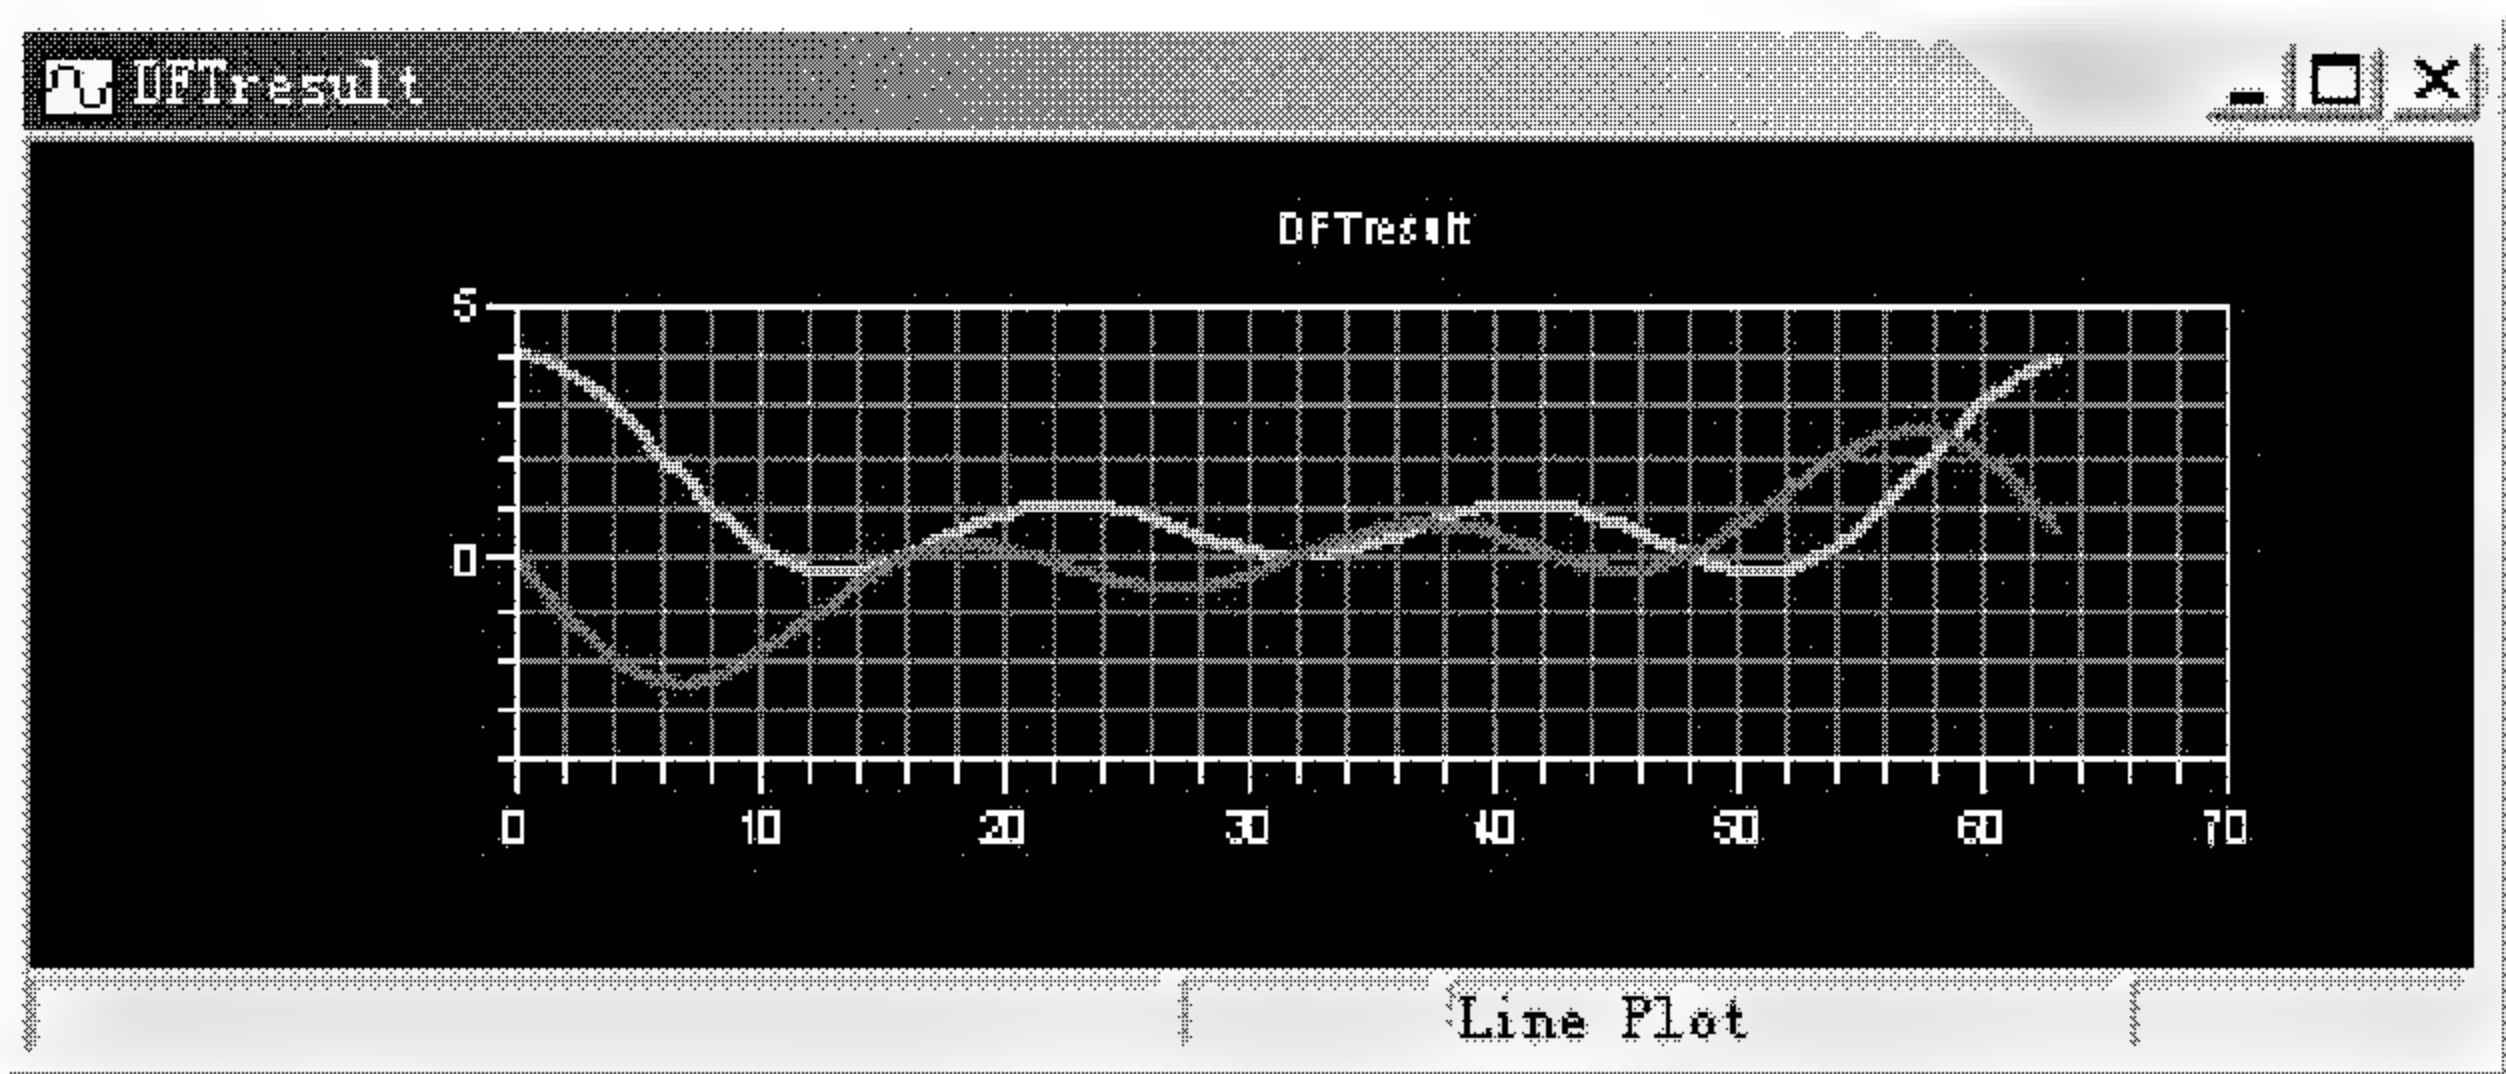
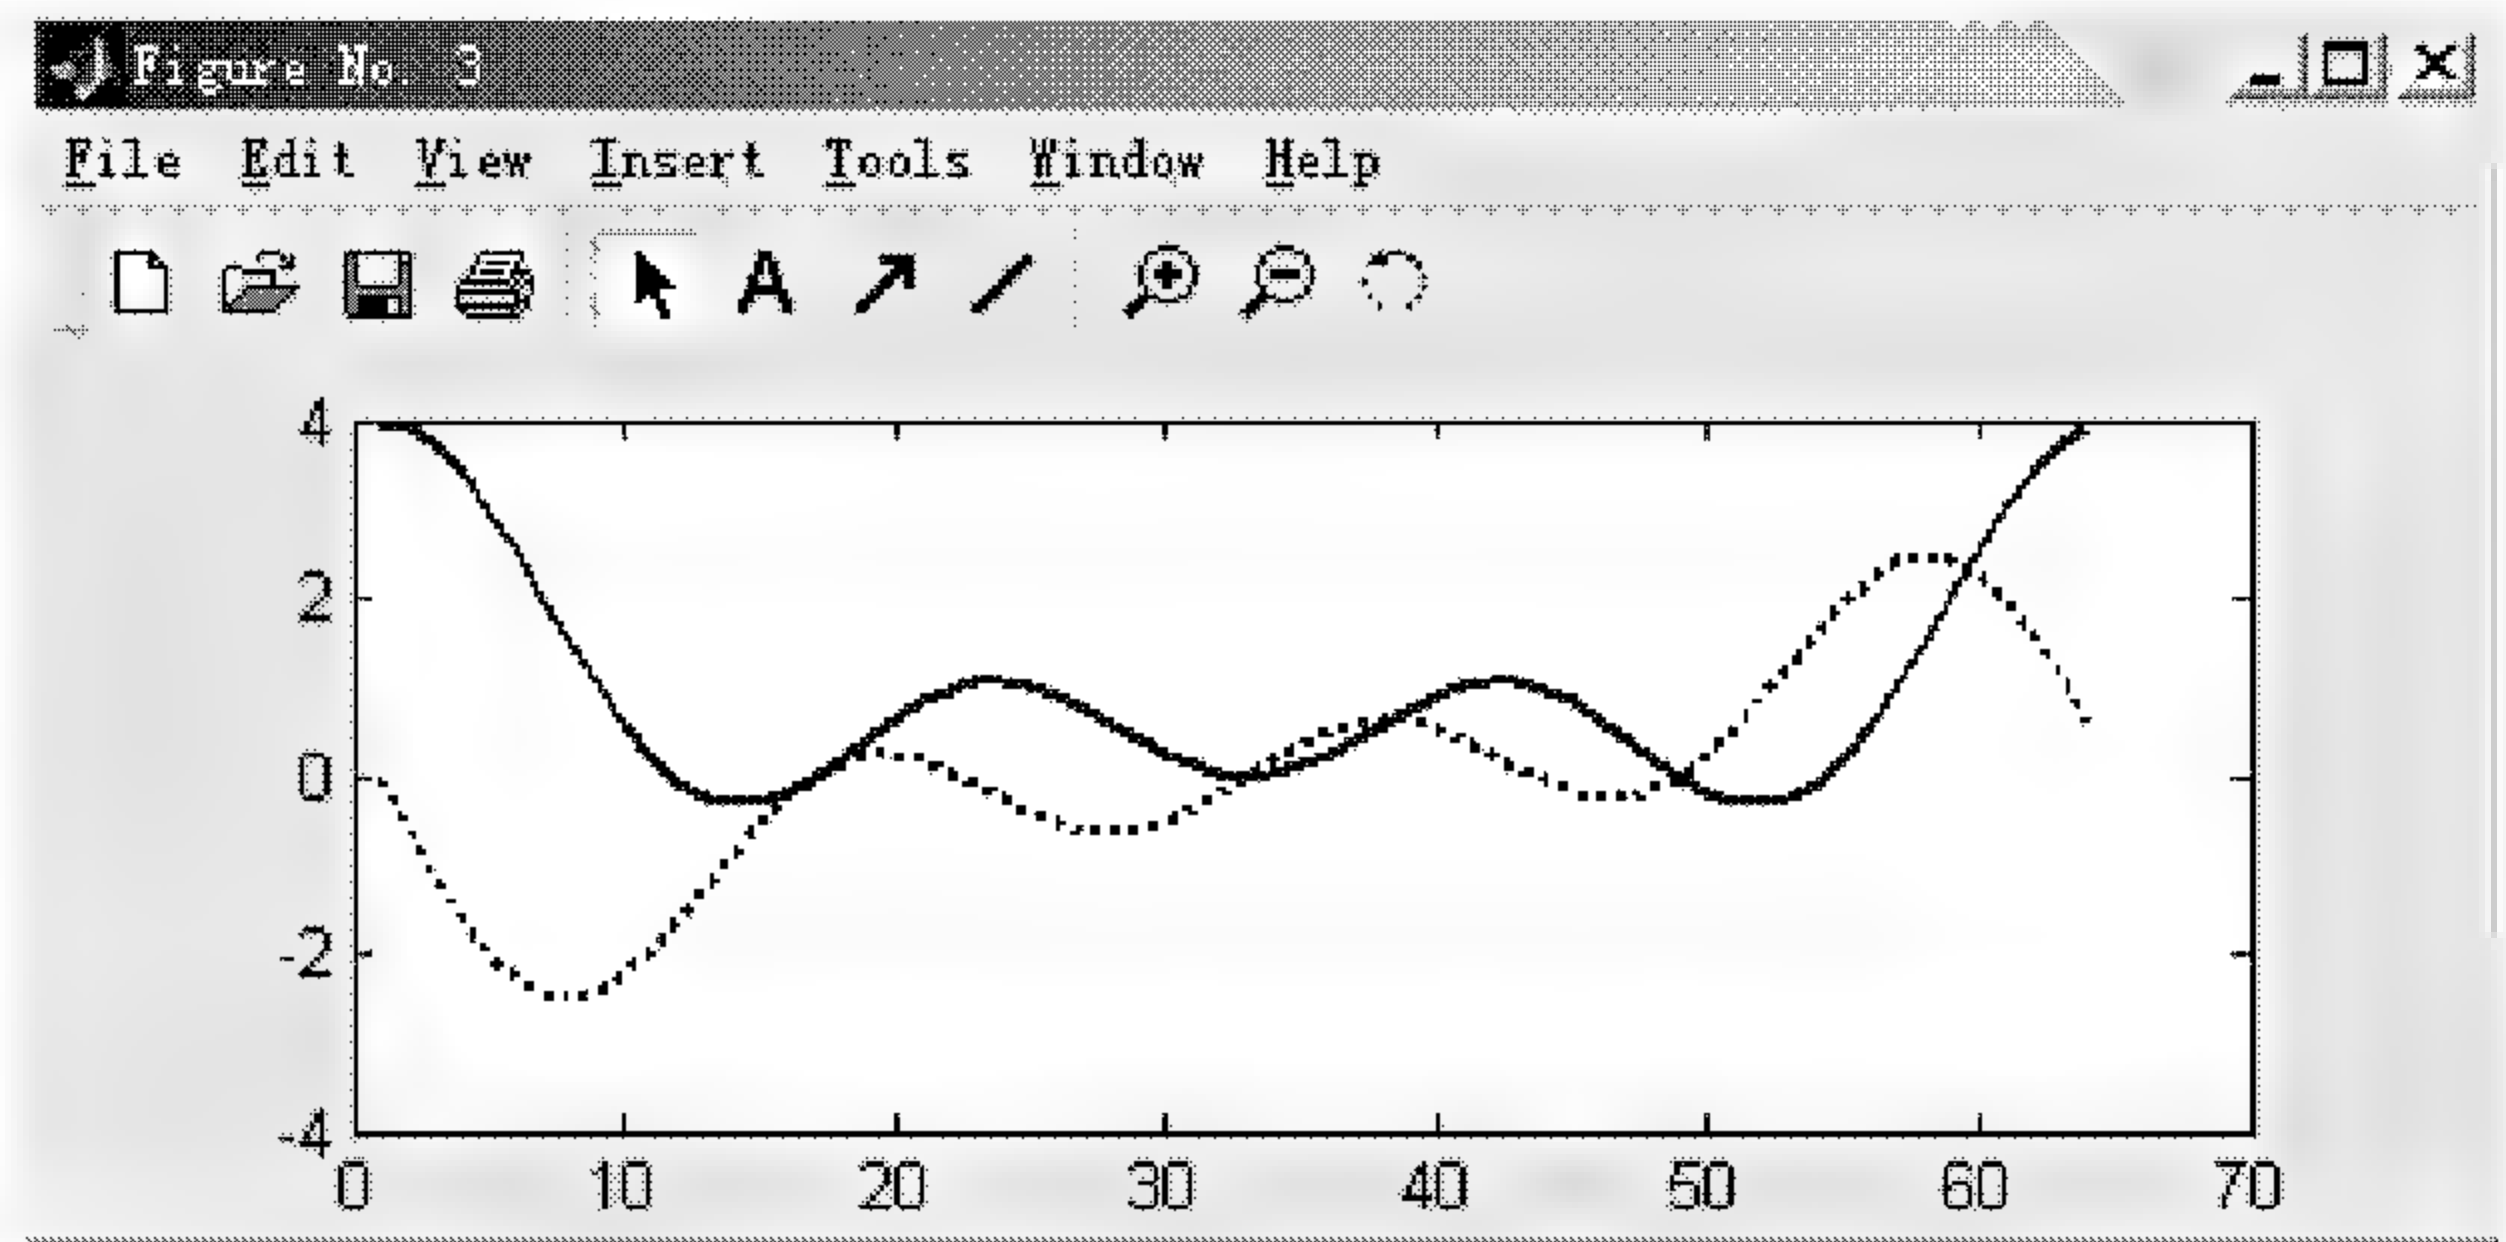

图 4.18 VisualDSP++的 DFT 处理结果的图形显示
图 4.19 MATLAB 的 DFT 处理结果
(12) 利用 **VisualDSP++** 中的调试工具进行调试。
- (13) 在 dft.asm 源文件的 end 标号处设置一断点，然后运行程序。
- (14) 选择 View → Debug Windows → Plot → New，打开 Plot Configuration 对话框。在此对话框中设置画出 DFT 处理结果的实部(real)和虚部(imag)。关于 Plot Configuration 对话框的设置方法我们在前面已作了详细介绍，这里不再重复。VisualDSP++的图形显示结果如图 4.18 所示。
- (15) 为了验证 DSP 处理结果的正确性，需要利用 MATLAB 来进行同样的处理，并比较它们的结果。下面利用 MATLAB 对测试数据进行同样的处理，并画出其处理结果，如图 4.19 所示。
比较图 4.19 和图 4.18，可以看出 DSP 处理结果与 MATLAB 的处理结果完全相同，这表明汇编程序 DFT 是正确的。